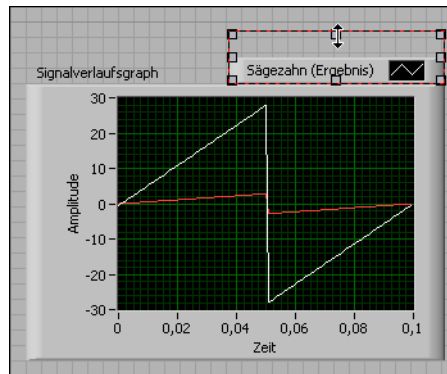

Abbildung 1-11. Aufziehen der Legende eines Graphen
2. Ziehen Sie mit dem erscheinenden Doppelpfeil (vgl. Abbildung 1-11) den oberen Rahmen der Plot-Legende nach oben. Nach dem Loslassen der Maustaste wird der Name der zweiten Kurve angezeigt.